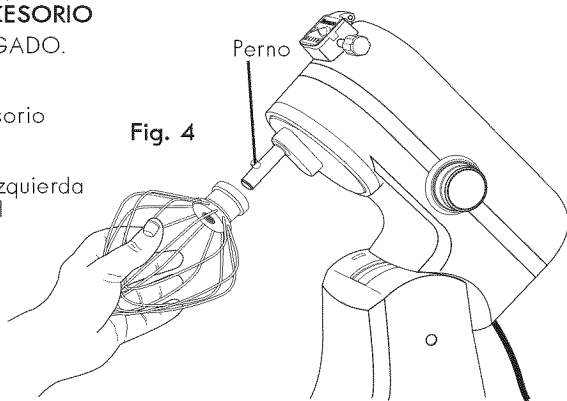

Fig. 4
4. Alinee la ranura en la tapa del accesorio con el perno en el eje de la cabeza de inclinación. Empuje el accesorio para arriba sobre el eje y gire a la izquierda hasta que el perno se mueva hasta el final en la ranura (véase Fig. 4).